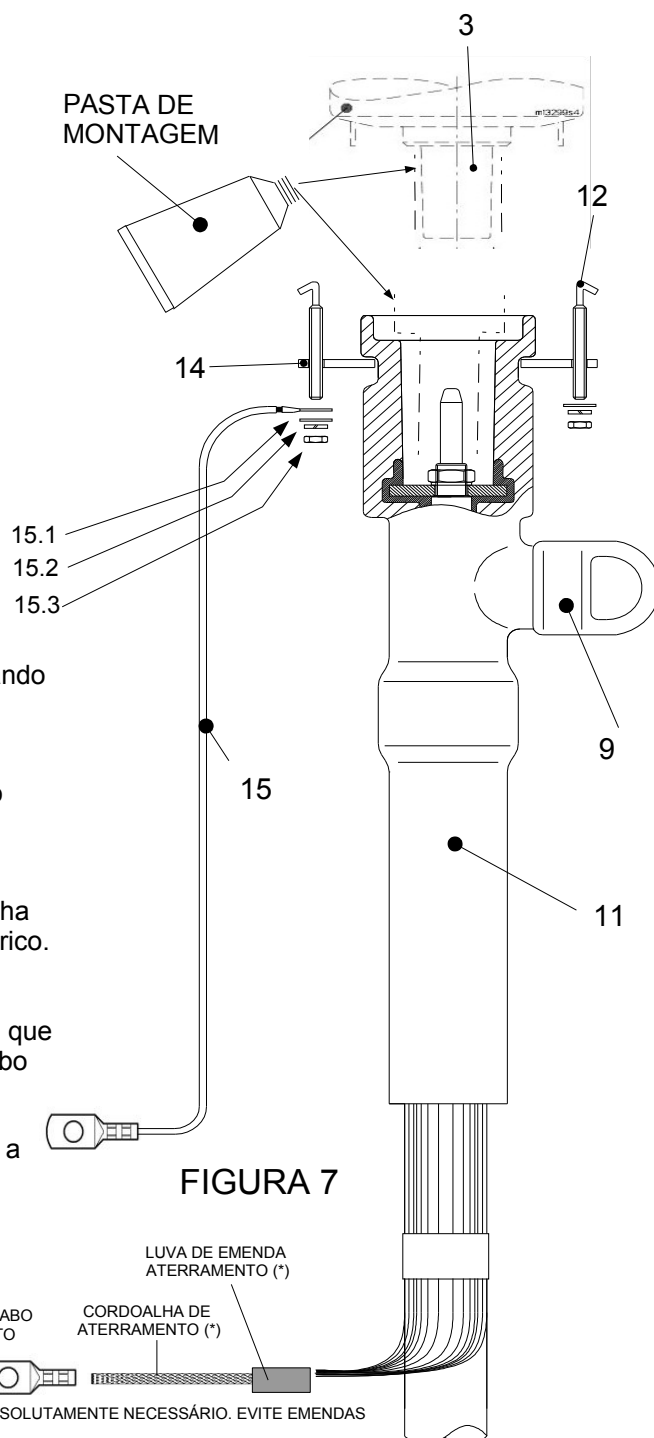

FIGURA 7
Fixar a TERMINAÇÃO TDER-C (11) na bucha de conexão (3) através o FLANGE (12) aparafusando os GANCHOS DE FIXAÇÃO (14) como indicado na FIGURA 7.